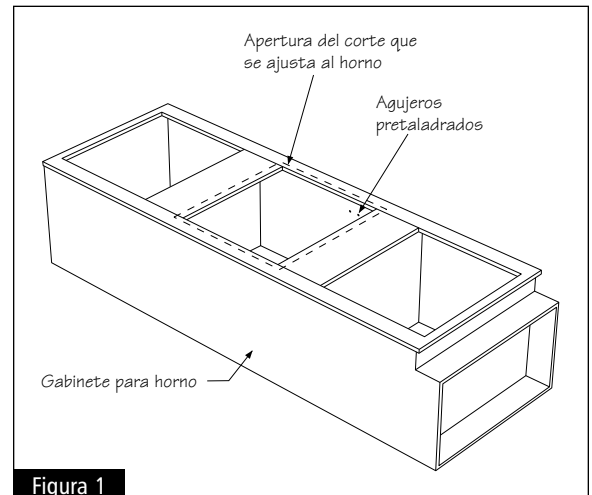

Figura 1
**1** Haga el corte en la estructura del gabinete como lo indican las instrucciones del fabricante. Mida hacia arriba a partir del fondo del gabinete al borde inferior del corte. Con la ayuda de esta medida, busque los agujeros pretaladrados en el panel lateral que estén lo más cerca de esta medida. Marque estos agujeros para referencia futura. (Consulte la figura 1)